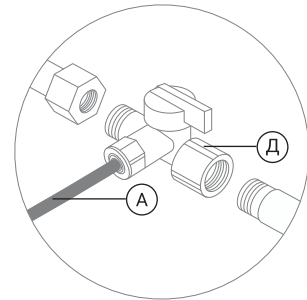

Рис. 5
1. Установите адаптер-вентиль (Д) между магистралью холодной воды и гибкой подводкой вашего смесителя. Уплотните соединение адаптер-вентилем с магистралью при помощи поставляемого в комплекте уплотнительного кольца (Е) (рис.5).